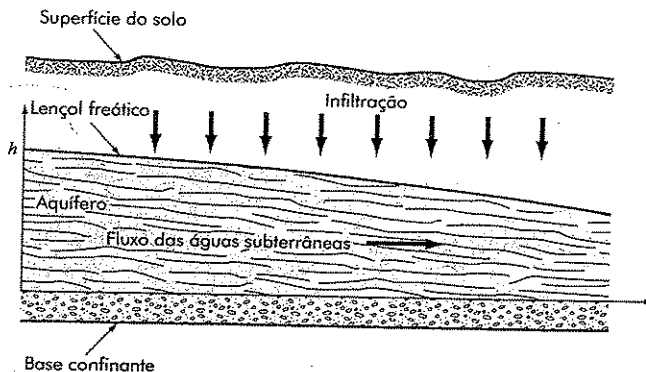

FIGURA P24.18 Aquífero não confinado ou "freático".
24.18 Sob uma série de hipóteses simplificadoras, a altura do lençol freático em um aquífero não confinado unidimensional (Figura P24.18) pode ser modelada com a seguinte EDO de segunda ordem: